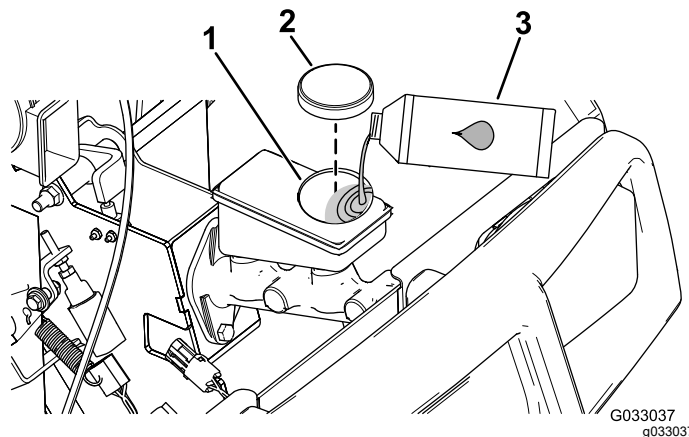

Figura 51
4. Levante el capó para acceder al cilindro del freno principal y al depósito (Figura 51).
- A. Limpie la zona alrededor del tapón del depósito y retire el tapón (Figura 51).
- C. Coloque el tapón del depósito (Figura 51).